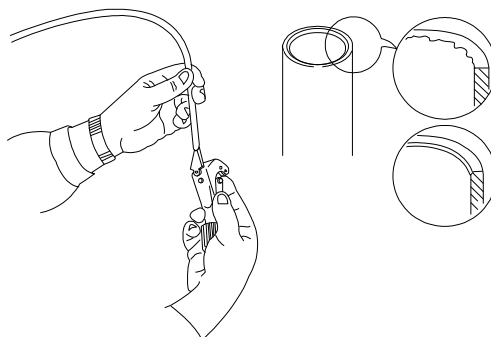

Fig.5
c) Schneiden Sie die Schläuche auf die Länge, indem Sie ein geeignetes Werkzeug verwenden, und vermeiden Sie Gratbildung und Beschädigungen. Der Schnitt muss rechtwinklig zur Achse des Rohres verlaufen (Fig.5);